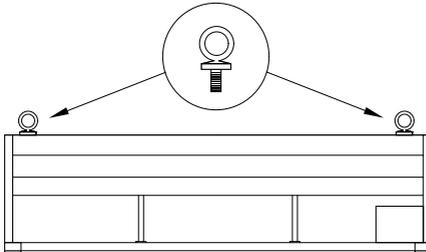

Abb. 29: Transport-Ringschrauben, Beispiel
**Befestigen Sie die Transportketten bzw. -seile ausschließlich an den Transport-Ringschrauben. Die Augen der Transport-Ringschrauben müssen beim Transportieren mit dem Kran parallel zur Maschinenlängsseite stehen. Siehe (Abb. 29).**